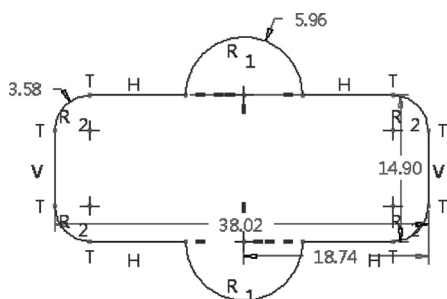

图 2-97 修剪图形
6) 修剪图形。在“编辑”组中单击 (删除段) 按钮，修剪后的图形如图 2-97 所示。